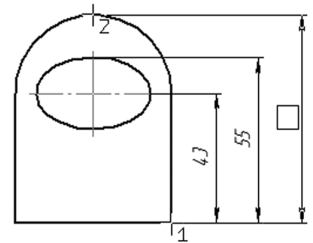

Рис. 11.16. Команда «Линейный (размер) от общей базы»
- кнопка **Линейный от общей базы**  предназначена для построения серии линейных размеров от общей базы (рис. 11.16). Для этого необходимо выбрать 2 точки (первая точка будет базой), между которыми необходимо поставить первый размер-расстояние, затем выбрать ориентацию (горизонтальный или вертикальный — на панели параметров) и расположение размерного текста. Построение при этом не заканчивается, и программа ждет выбора еще одной второй точки (первая точка-база уже была выбрана ранее) для построения следующего размера. Теперь остается только выбрать расположение размерного текста, т.к. ориентация уже определена по первому размеру;